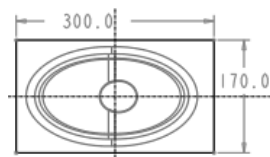

图 21.4 截面草图
(1) 选择命令。单击 **模具** 功能选项卡 **形状** 区域中的  按钮。
(2) 创建实体拉伸特征。
① 选取拉伸类型。在出现的操控板中，确认“实体”类型按钮  被按下。
② 定义草绘截面放置属性。在绘图区中右击，从系统弹出的快捷菜单中选择 **定义内部草绘** 命令。选择 MAIN_PARTING_PLN 基准平面作为草绘平面，草绘平面的参考平面为 MOLD_RIGHT 基准平面，方位为 **右**；单击 **草绘** 按钮，系统至此进入截面草绘环境。
③ 绘制截面草图。进入截面草绘环境后，选取 MOLD_RIGHT 和 MOLD_FRONT 基准平面为草绘参考，截面草图如图 21.4 所示；完成特征截面的绘制后，单击“草绘”操控板中的“确定”按钮 。